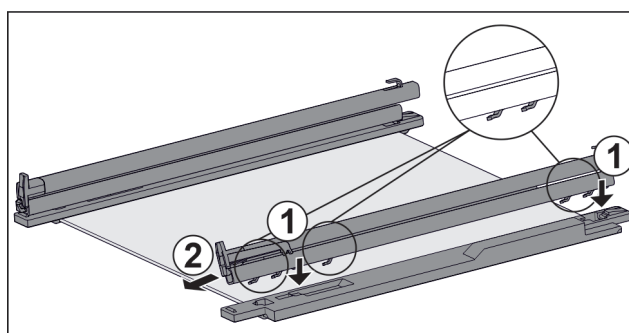

Fig. 138 Tablette en verre avec rails et pièces de retenue
- ▶ Placer les crochets du rail sur les ouvertures de la pièce de retenue de **gauche**. Fig. 138 (1)
- ▶ Tirer le rail vers l'avant. Fig. 138 (2)
- ▶ Placer les crochets du rail sur les ouvertures de la pièce de retenue de **droite**. Fig. 138 (1)